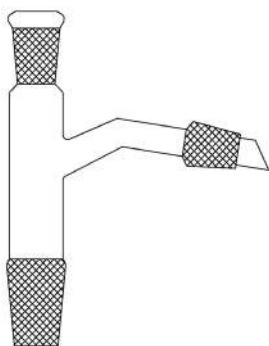

Рис. 57. Насадка Вюрца
1. **Насадка Вюрца** (рис. 57) – это элемент конструкции для дистилляционной перегонки жидкостей (в том числе под вакуумом) и синтеза химических веществ.